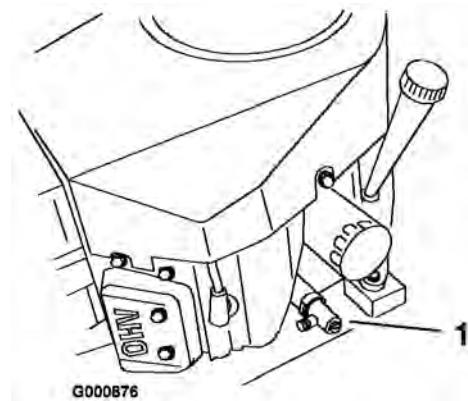

Bild 25
- Schieben Sie den Ablassschlauch auf das Ölabblassventil (Bild 25).
- Stellen Sie eine Auffangwanne unter den Ölabblassschlauch. Öffnen Sie das Ventil entweder mit einem Flachschaubenschlüssel oder einem 10 mm Schlüssel (Bild 25).
- Drehen Sie das Ventilende nach links, um das Ventil zu öffnen (Bild 25).
- Drehen Sie nach dem kompletten Ablaufen des Öls das Ablassventil nach rechts, um es zu schließen (Bild 25).
- Reinigen Sie den Bereich um den Peilstab und drehen den Verschlussdeckel ab (Bild 25).
- Gießen Sie ca. 80 % der angegebenen Ölmenge langsam in den Einfüllstutzen (Bild 25). Siehe „Warten des Motoröls“ unter Warten des Motors, Seite 26.